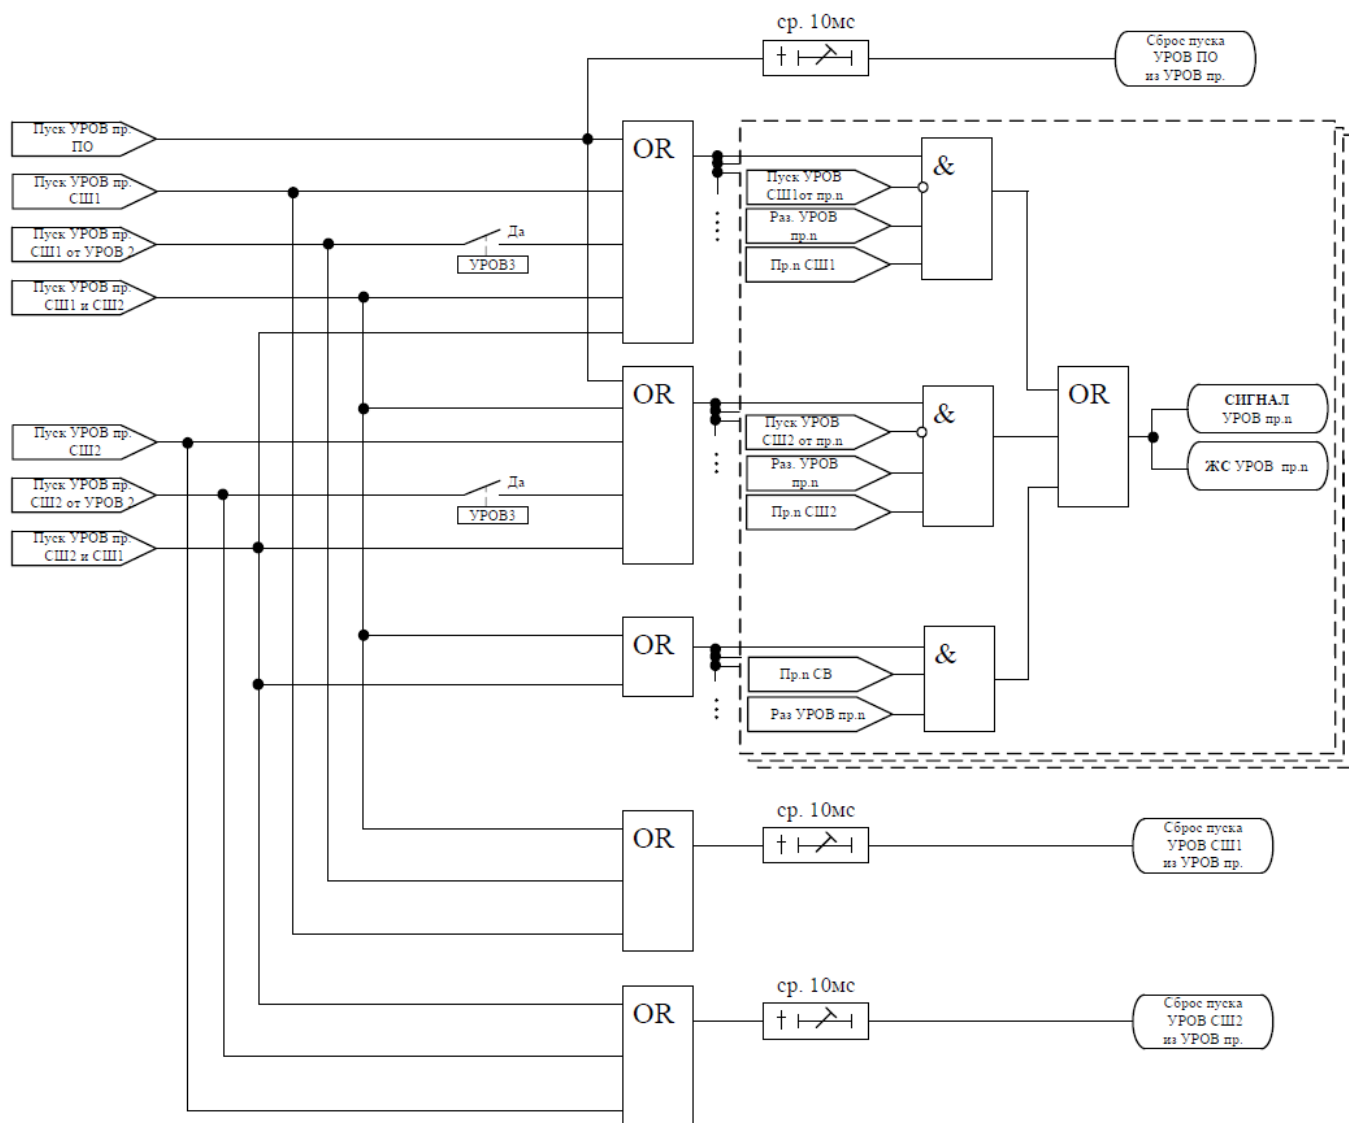

Рисунок 5.28 – Логика формирования УРОВ присоединения
- пуск УРОВ 3 от УРОВ 1. В этом случае осуществляется пуск УРОВ присоединения СШ1 (СШ2), в дальнейшем эта функция будет воздействовать на вышестоящий выключатель для отключения присоединения СШ1 (СШ2) (рисунок 5.28);
При положении уставки «НА СЕБЯ» – «ВЫВЕДЕНО», а уставки «УРОВ 3» – «ВВЕДЕНО», запускается таймер на срабатывание **тип3**, после истечения времени которого сигнал проходит в схему УРОВ присоединений от УРОВ ДЗШ (рисунок 5.28).
- отсутствие сигнала разрешающего УРОВ ПО (рисунок 5.28).